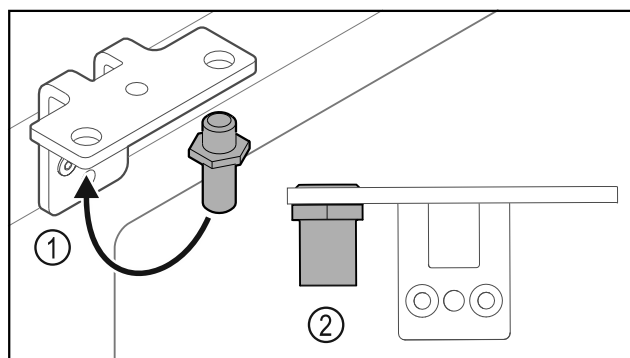

Fig. 36
- ▶ Spostare il perno Fig. 36 (1) nella cerniera angolare.
- ▶ Serrare il perno Fig. 36 (2) con una **coppia di 12 Nm**.